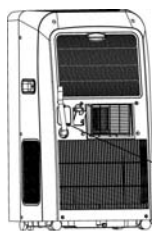

Рис. 1
- Высвободите сливной шланг из резинового хомута и извлеките из свободного конца шланга резиновую заглушку. Проложите шланг с уклоном, обеспечивающим слив жидкости самотеком, в бак вместимостью приблизительно 8 литров (см. рис. 1 и 2). После окончания слива воды закрепите шланг с помощью резинового хомута свободным концом вверх. Вставьте резиновую заглушку в свободный конец шланга. Если описанные выше операции выполнены неправильно, то конденсат может вытекать на пол.